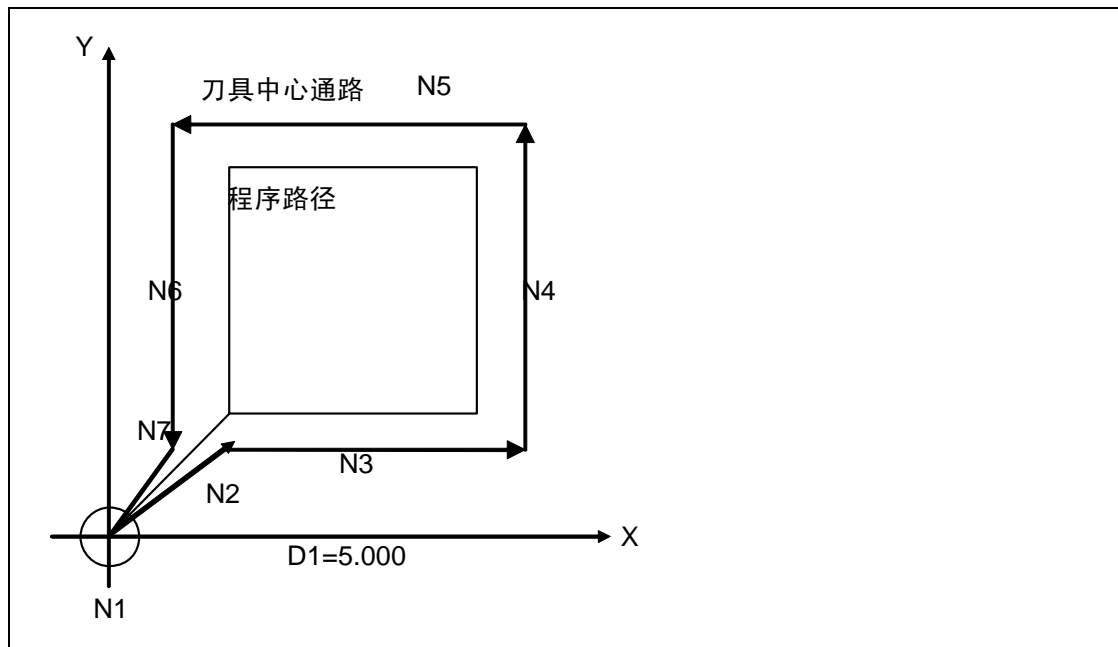

图 12-6
1、下图 12-6 中，N1-N7 为刀具沿着工件外围铣削路径，内轮廓为程序路径，请判断半径补偿方式（ ）